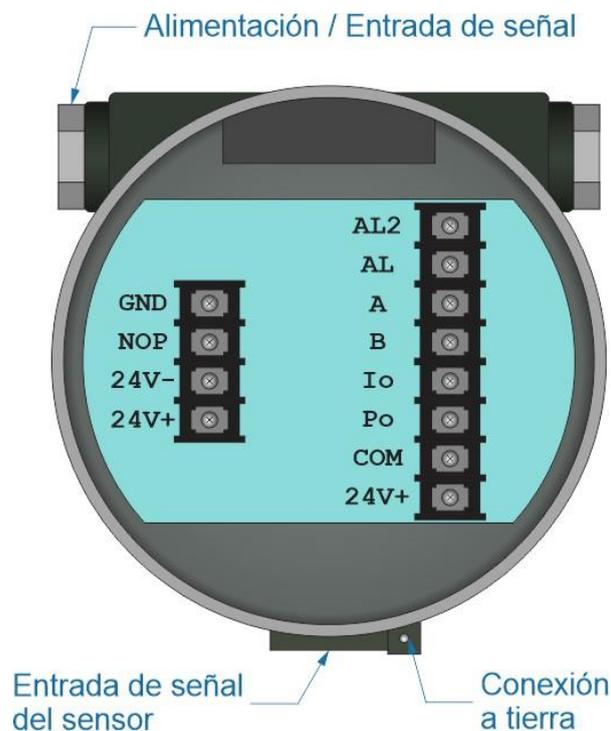

Figura 1.1 –Terminales de conexión del computador.
- Como puede observarse en la Figura 1.1, la parte trasera del computador se compone tanto de los terminales para alimentar el equipo, como de las salidas de comunicación.